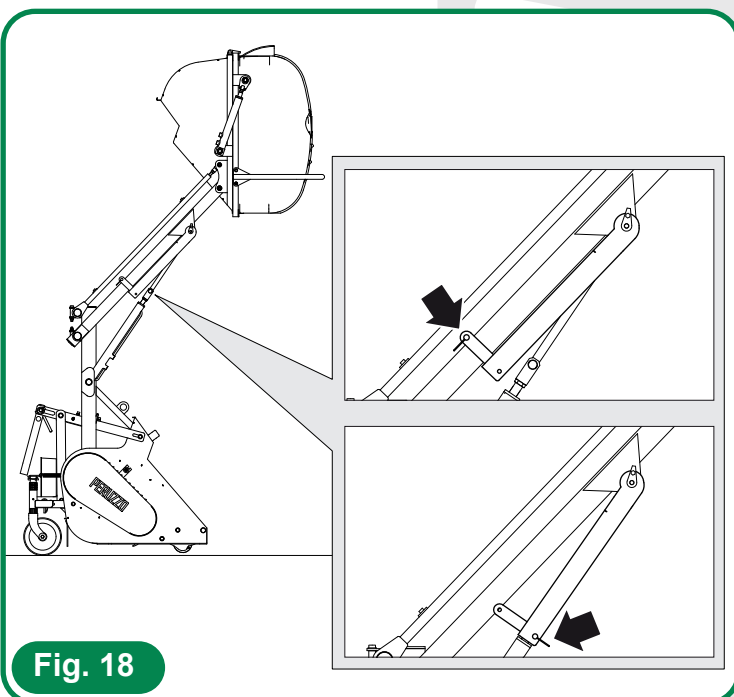

Fig. 18
- Placera det mekaniska säkerhetsstoppet på båda domkrafterna och blockera det med det särskilda stiftet (se **fig. 18**).